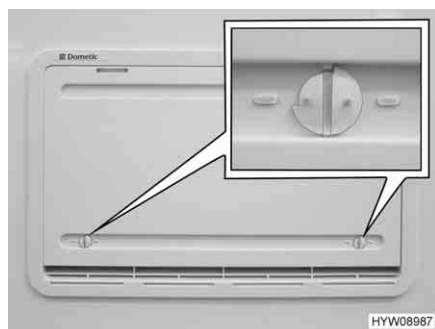

Fig. 219 Cubierta de invierno
Si el frigorífico ha de funcionar a temperaturas exteriores bajas, el fabricante recomienda la utilización de una cubierta de invierno (Fig. 219) para las rejillas de ventilación del frigorífico.
- Abrir ambos bloqueos (Fig. 219) (la ranura está en posición horizontal).